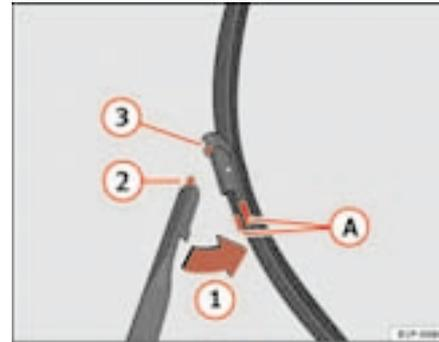

Fig. 145 Cambio de las escobillas del limpiaparabrisas
- Presione las teclas laterales (A) y libere la escobilla desplazándola en el sentido de la flecha (1) ⇒ fig. 145. ▶
⇒ página 221, fig. 145
- Desplace la escobilla hacia el brazo en el sentido contrario a la flecha ①, hasta percibir un click. ⇒ página 221, fig. 145